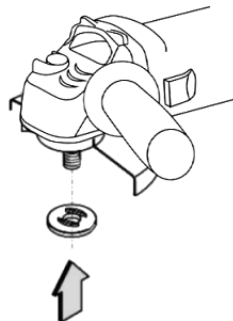

Fig. 4 – Montaje de accesorio en la máquina
2. Coloque la arandela en el eje, Fig. 4;